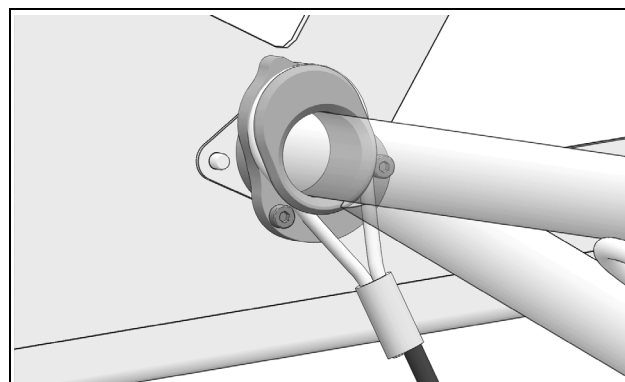

Figure 21
- **Position courte :** conditions de neige molle, poudreuse. Figure 21.